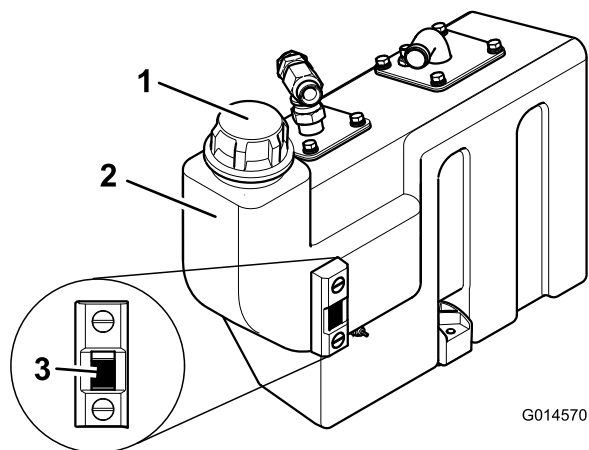

Figura 66
3. Qualora fosse necessario dell'altro olio idraulico, pulite attorno al collo del bocchettone e del tappo del serbatoio idraulico (Figura 66) e rimuovete il tappo.